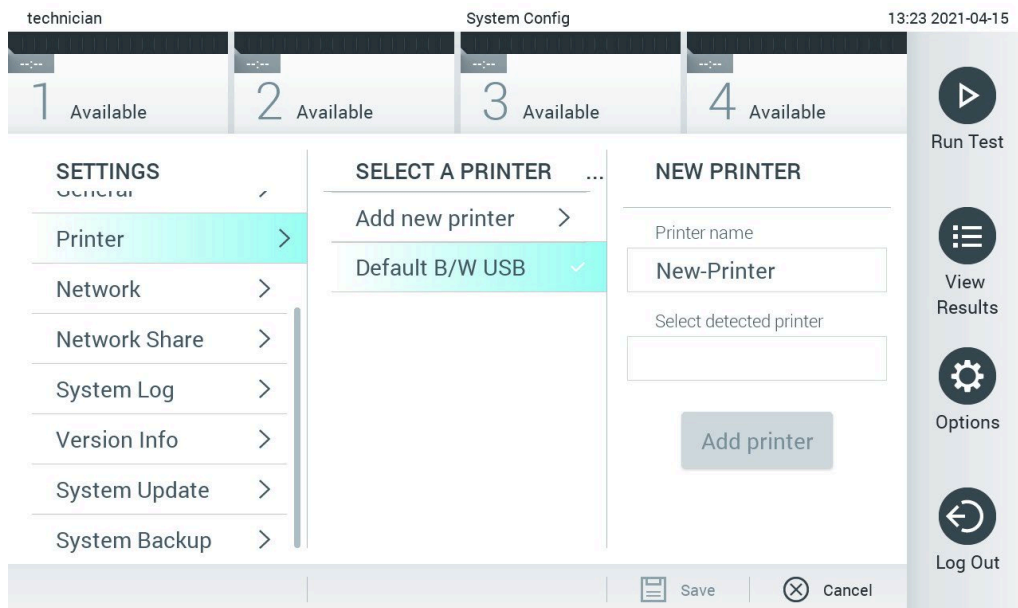

Abbildung 104. Druckerinstallation mit Treiberinstallation
5. Klicken Sie auf **Add Printer** (Drucker hinzufügen) (Abbildung 104).
6. Klicken Sie auf **Add Printer** (Drucker hinzufügen) (Abbildung 104).